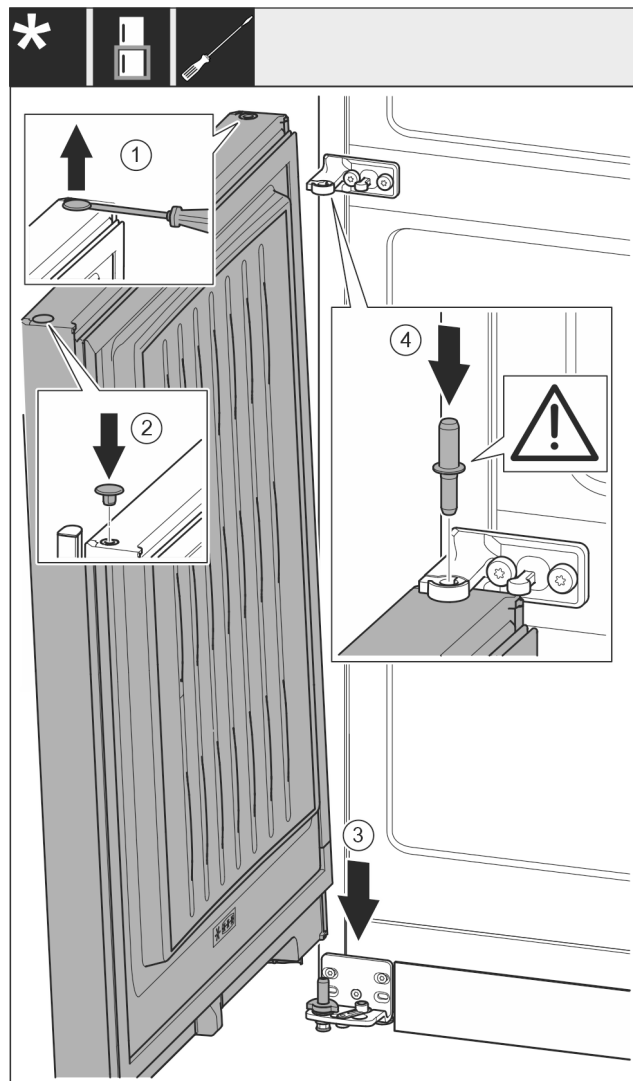

Fig. 21
- Til de plug voorzichtig Fig. 21 (1) op met een platte schroevendraaier en trek hem er uit.
- Plug Fig. 21 (2) aan de andere deurszijde er weer insteken.
- Deur Fig. 21 (3) van bovenaf op de onderste lagerbouten plaatsen.
- Lagerbout midden Fig. 21 (4) door lagerbok midden in de onderste deur steken. Let hierbij op dat het vergrendelingslipje naar achteren wijst.